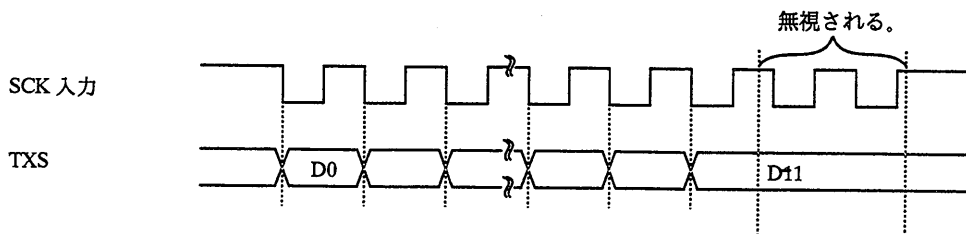

図 10-7 必要以上に入力される外部シリアルクロックの例 (送信時)
- (1) 外部シリアルクロック選択時に必要パルス数を超えて、入力されるシリアルクロックは無視されます(図10-7)。